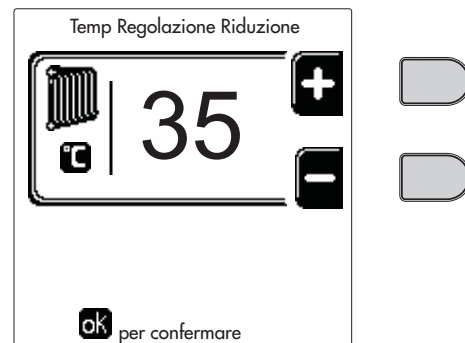
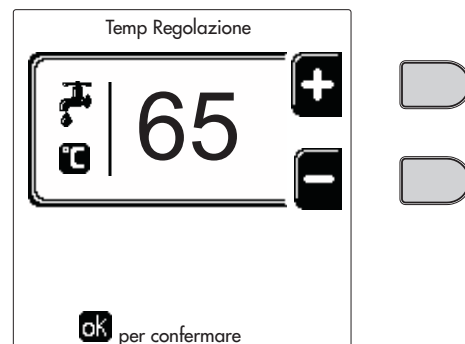

fig. 14
fig. 15
- **ON**. In caso di richiesta Riscaldamento/Sanitario, la caldaia lavora alla Temperatura di Regolazione Riscaldamento/Sanitario (fig. 13/fig. 15) impostata.
- In caso di richiesta Riscaldamento/Sanitario, la caldaia lavora alla Temperatura di Regolazione Ridotta. La temperatura Ridotta si ottiene sottraendo il valore della Temperatura Regolazione Riduzione (fig. 14/fig. 16) alla Temperatura di Regolazione Riscaldamento/Sanitario (fig. 13/fig. 15) impostata.